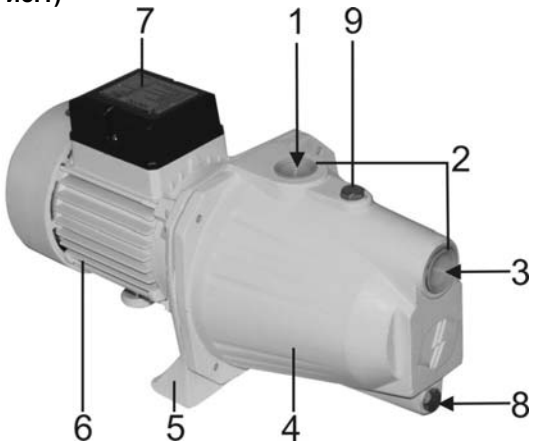

Рис.1
6. УСТРОЙСТВО НАСОСА (Рис.1)
7.4. Извлечь заглушки 2 (Рис.1)
7.5. В отверстия нагнетательного и всасывающего патрубка 1 и 3 (Рис.1), соответственно, установить штуцера или другие соединительные элементы трубопроводной системы (не комплектуются), обеспечив герметичность соединения.
- 8.2. Через заливное отверстие (закрытое болтом 9 (Рис.1)) заполнить насос водой. Для этого необходимо открутить болт 9 (Рис.1).
- 8.3. После заполнения насоса водой, герметично закрутить болт 9 (Рис.1).
- 8.11.Исключите попадание воды на двигатель 6 и на клеммную коробку 7 (Рис.1).
- 9.2.В случае заморозков из насоса необходимо слить воду через сливное отверстие, закрытое болтом 8 (Рис.1), открутив его для слива воды.